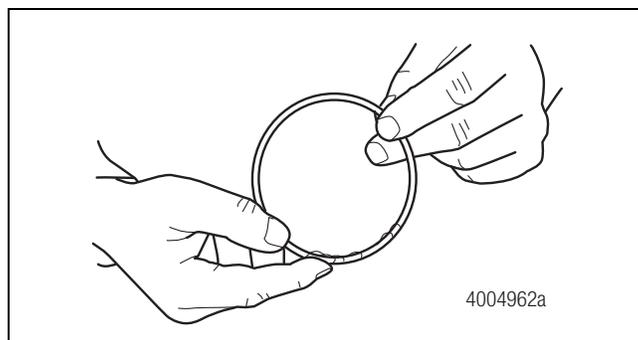

Figura 3.24
- A. Aplique una capa ligera de grasa para baleros sobre el anillo "O". Figura 3.24.